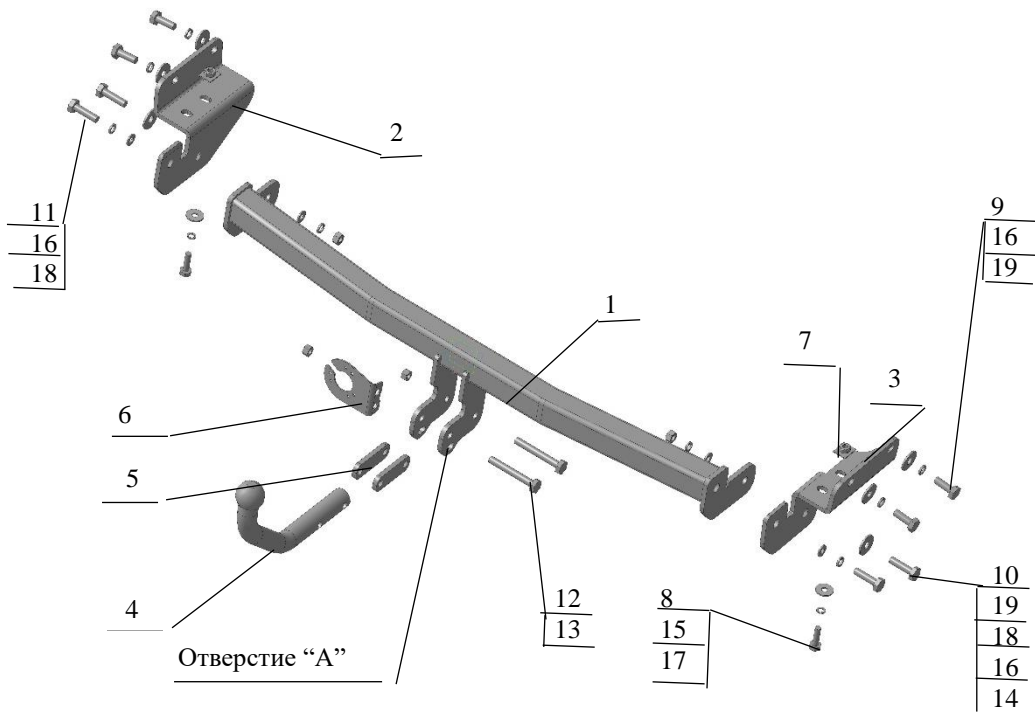

Рис.1 Тягово-сцепное устройство 7243.
| 2.1 ТСУ 7243 в сборе (рис.1) | 1 шт. |
| 2.2 Пакет с комплектующими (см. рис.1)+ защитный колпак | 1+1 шт. |
- 4.3 Закрепить левый и правый боковые съемные кронштейны (соответственно рис.1) к боковым внешним полкам лонжеронов (используя гайки приварные штатные) и к нижним полкам- вставив в лонжероны пластины с гайкой М10. Крепеж не затягивать.
- 4.4 Установить балку ТСУ, закрепив ее к боковым кронштейнам (соответственно рис.1). Крепеж не затягивать.